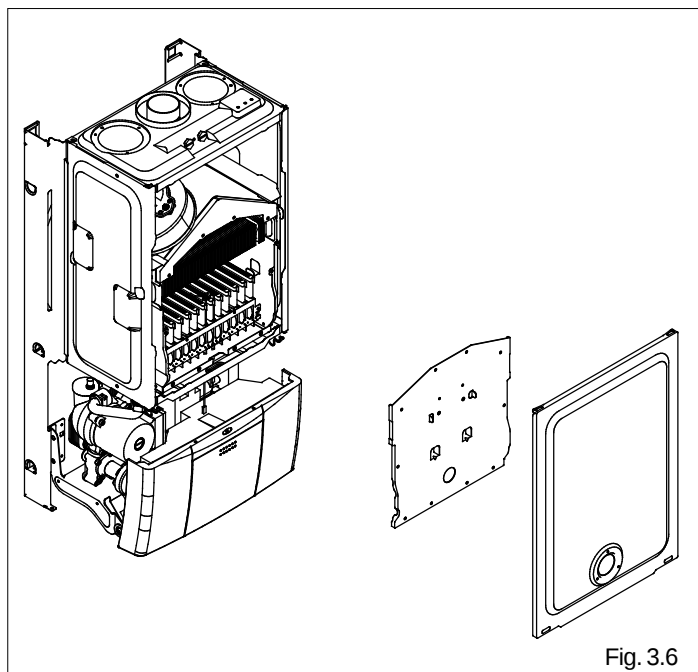

Fig. 3.6
- quite la tapa de la caja del aire y la de la cámara de combustión (fig. 3.6);